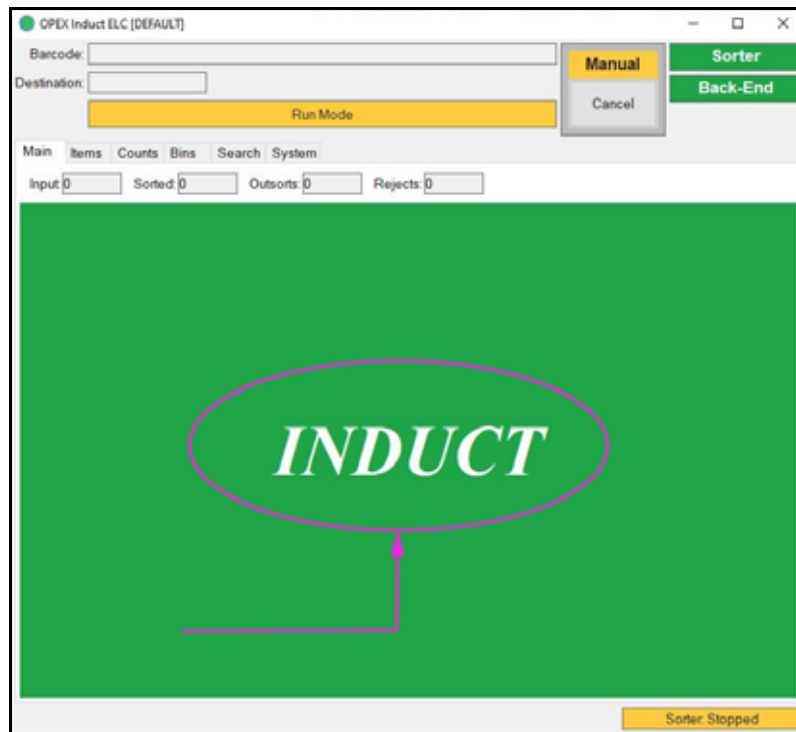

図 4-37: OPEX インダクト ELC 画面 - 読取り成功→「Read」
4. OPEX インダクト ELC の画面を確認します。読み取りが成功した場合は、緑色で「INDUCT」と表示されます（図 4-37 参照）。